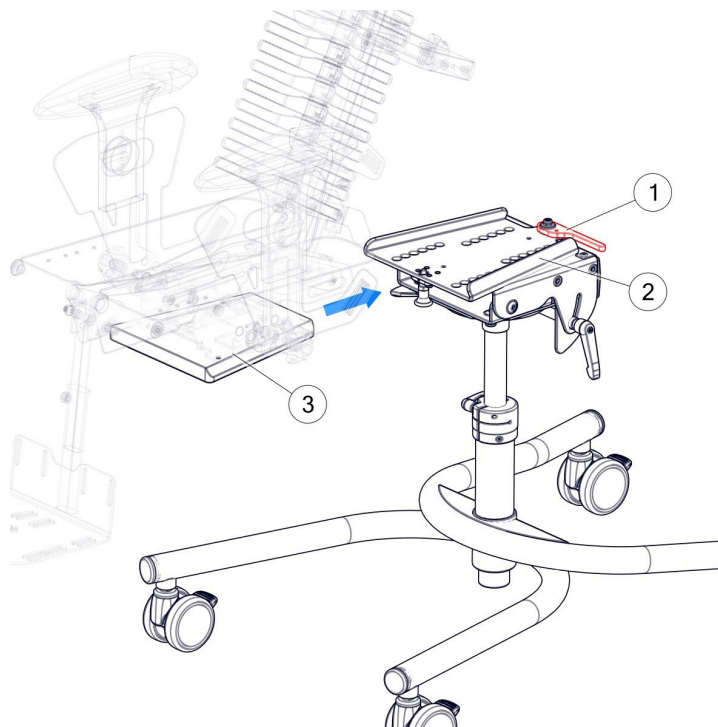
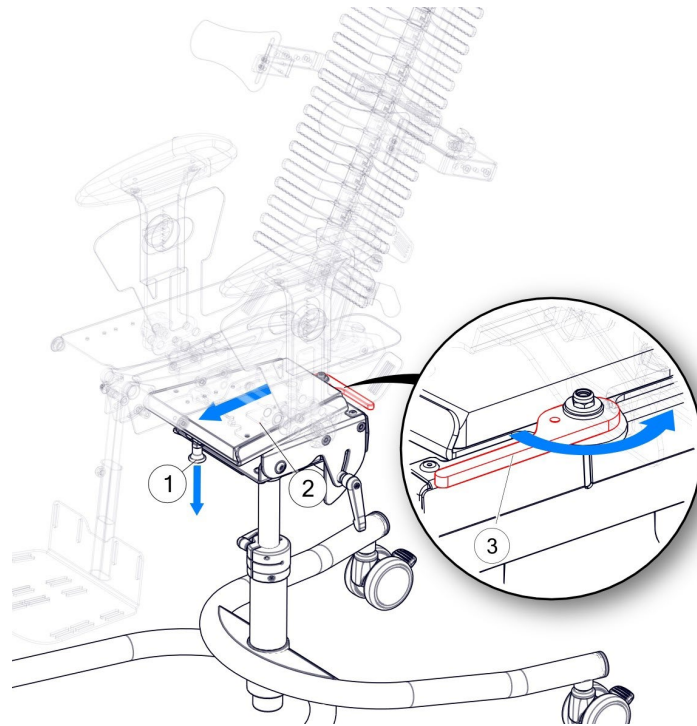

рис. 12
рис. 13
Установка адаптера показана на рис.12. Верхняя часть адаптера (3) вставляется в нижнюю часть адаптера (2), при этом должен быть слышен «щелчок», подтверждающий то, что система заблокирована в правильном положении. Во время установки важно обратить внимание на рычаг крепления (1) на рисунке ниже, чтобы он не выталкивал устанавливаемое сиденье.
Процесс демонтажа сиденья с адаптером показан на рис. 13. Чтобы снять сиденье, опустите рычаг блокировки (1) вниз. Удерживая рычаг блокировки, выдвиньте сиденье (2) вперед. В случае заклинивания элементов переходника необходимо потянуть рычаг (3), ослабить соединение и надавить на верхнюю часть переходника. После извлечения сиденья рычаг (3) должен быть установлен в исходное положение (как показано на рис. 12)